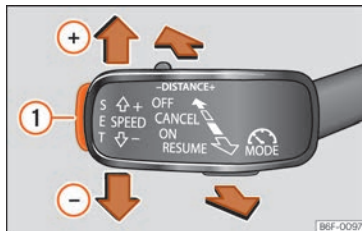

Abb. 224 Links an der Lenksäule: dritter Hebel für die Bedienung der GRA.
- Drücken Sie die Taste **SET** »» Abb. 224 ①.
- Drücken Sie den Hebel nach oben **SPEED+** ⑥, um in Schritten von 10 km/h (5 mph) zu erhöhen.
- Drücken Sie die Taste **SET** »» Abb. 224 ①, um die Geschwindigkeit in kleinen Schritten von 1 km/h (1 mph) zu reduzieren.
- Drücken Sie den Hebel nach unten **SPEED-** ⑦, um in Schritten von 10 km/h (5 mph) zu reduzieren.